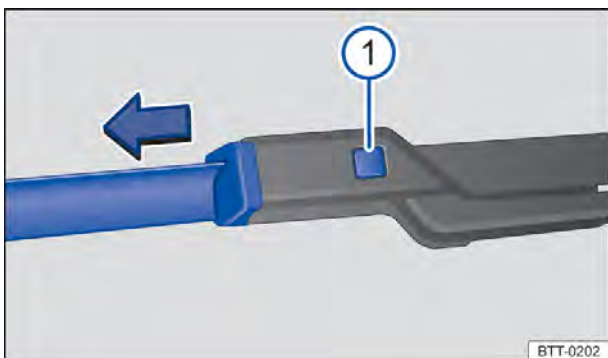

Fig. 139 Substituir as palhetas dos limpadores do para-brisa.
- Manter o botão de destravamento ⇒ Fig. 139 ⓘ pressionado e, ao mesmo tempo, puxar a palheta dos limpadores do para-brisa para fora, no sentido da seta.